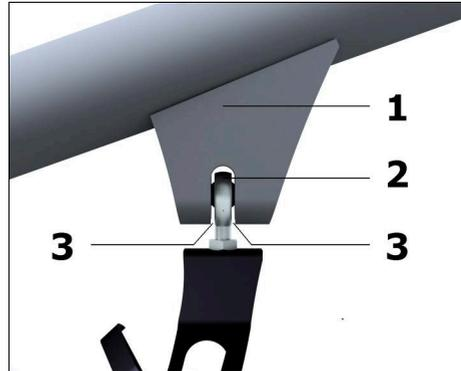

Abb. 4: Der Gelenkkopf (2) darf die Gelenkkopfaufnahme (1) nicht berühren..
- der Gelenkkopf nicht an der Gelenkkopfaufnahme anstößt, siehe Seite 10, Abb. 4.
Das kann zu schweren Unfällen führen. Montieren Sie die Abstützklemmung wie oben beschrieben. Der Gelenkkopf darf die Gelenkkopfaufnahme nicht berühren (siehe Seite 10, Abb. 4).